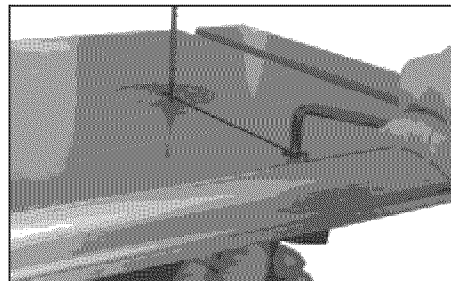

Figura 6 – Instale el Riel de Guía
- Monte y sujete el riel de guía en la mesa con dos tornillos de manilla en estrella y arandelas. Utilice el tornillo de casquete de cabeza hueca hexagonal, la arandela y la tuerca de mariposa para corregir la planitud de la mesa de trabajo (véase la Figura 6).